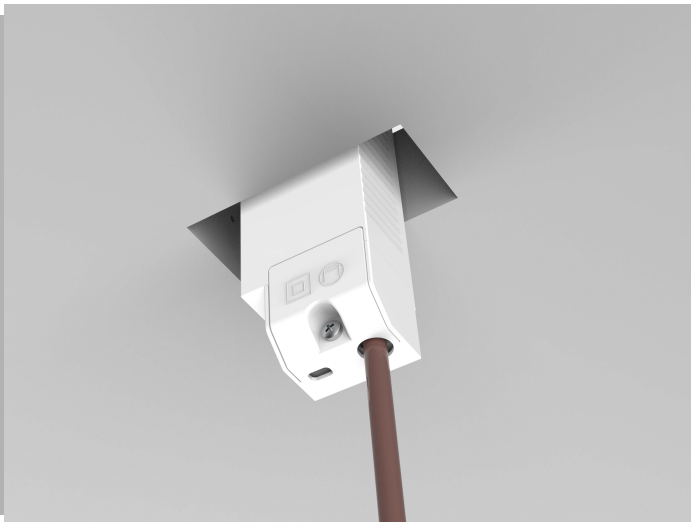
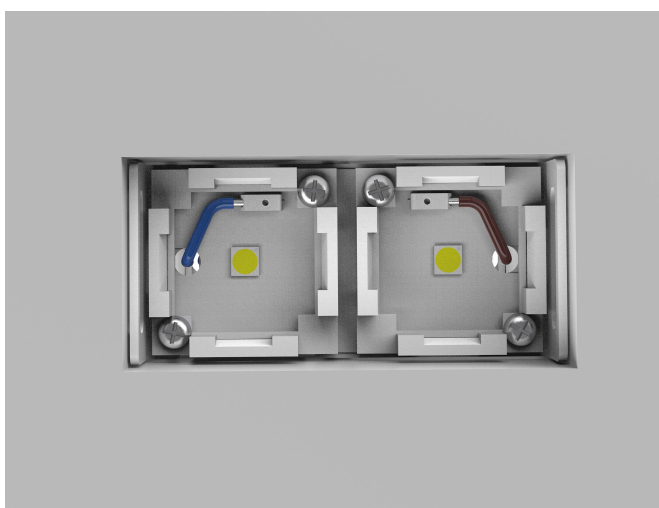

Рис.4
Рис.5
4. Подключить сетевой кабель к драйверу, согласно схеме подключения. После подключения, завести драйвер в запотолочное пространство через корпус светильника Рис. 4, затем на корпус закрепить кронштейн со светодиодным модулем, используя установленный на кронштейне магнит. Рис. 5 Следующим шагом - установить рефлекторы. Рис. 6. Светильник готов к использованию.